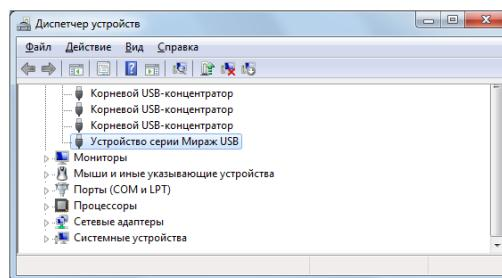

Рис. 5.7. Отображение устройства с установленным USB-драйвером
7. По окончании установки откроется окно с уведомлением о том, что драйвер установлен. Нажмите в нем кнопку **Закрыть**. После установки драйвера в окне *Диспетчер устройств* появится строка *Устройство серии Мираж USB* (рис. 5.7).